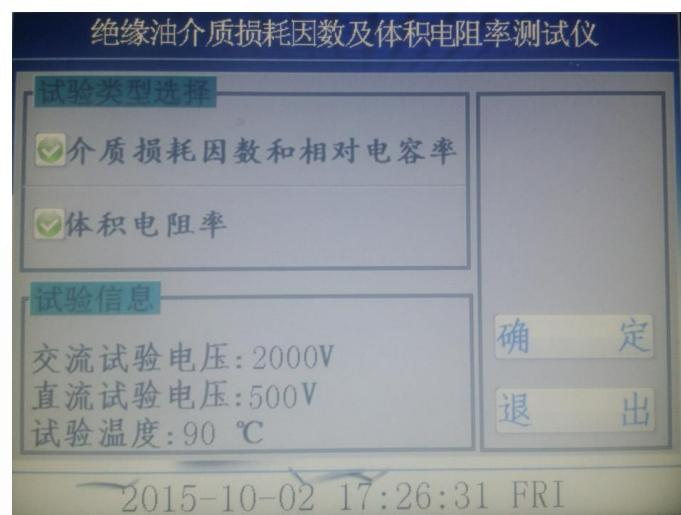
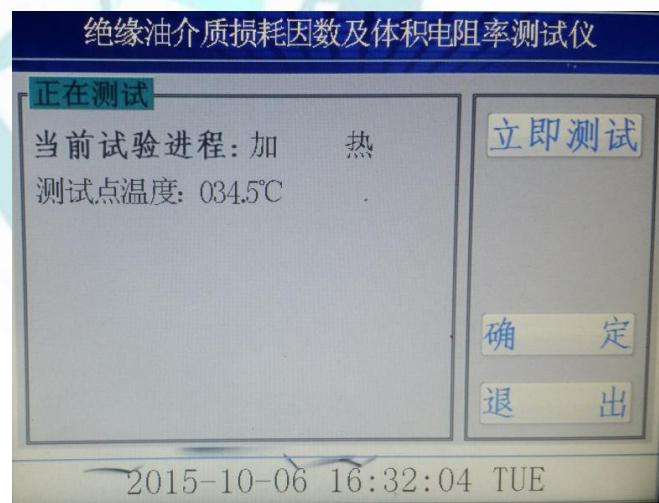

图 6
图 7
6、在图 3 界面下，点击空杯测试进入图 6，空杯测试主要是对油杯注油前的干净程度和装配进行验证，可以选择介质损耗因数和相对电容率及体积电阻率，点击测试项目前面的光标即可选择测试还是不测试。空杯介损
值越小越好，在图 6 中选择完测试项目后点击确定后即可进入图 7，图 7 中设备可以在设定的 90℃ 进行测量，也可以点击立即测试，在当时温度下测量。
杯壁缓缓注入)，油样注入后，再将油杯的内电极慢慢的放到位。(动作要慢一些，防止动作太快，排气不及时，使油样溢出)，接好测量信号线和温度信号线，点击图 3 中的自动测试，进入图 6 界面和图 7 界面，一般测油是都按照规程 90℃ 测量，同样也可以选择立即测试，在当前温度下测量。